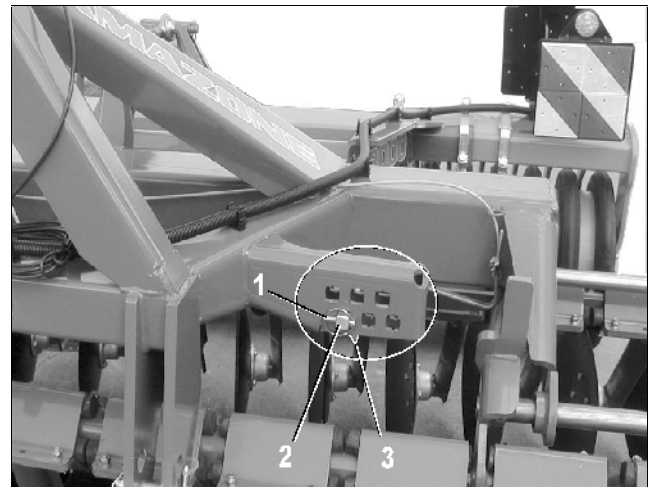
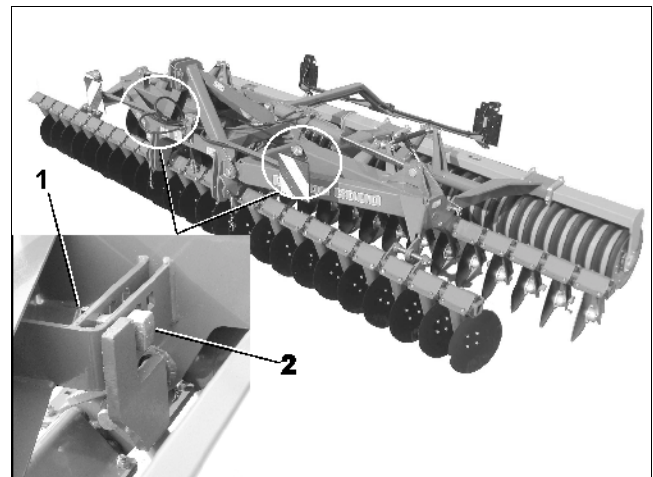

Fig. 12
Fig. 13
Catros 3001, 4001: Fig. 12
Catros 4001-2 bis 6001-2: Fig. 13
- Klappstecker (Fig. 12/3 und Fig. 13/1) lösen.
- Excenterbolzen (Fig. 12/2 und Fig. 13/2) in den gewünschten Steckplatz stecken.
Ein Vorzugsabsteckplatz ist mit einem Pfeil (Fig. 12/3) markiert.